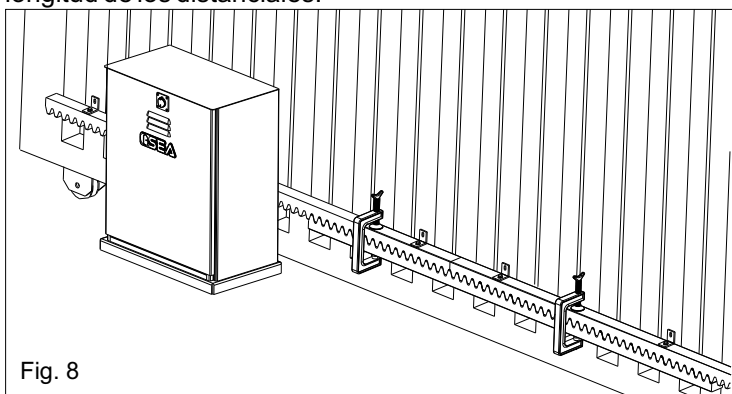

Fig. 8
5.4. controlar que todos lo elementos de la cremallera resulten perfectamente alineados y posicionados correctamente (dentaduras en fase). Se aconseja de contraponer a dos elementos sucesivos un tercer elemento como indicado en la Fig. 8;